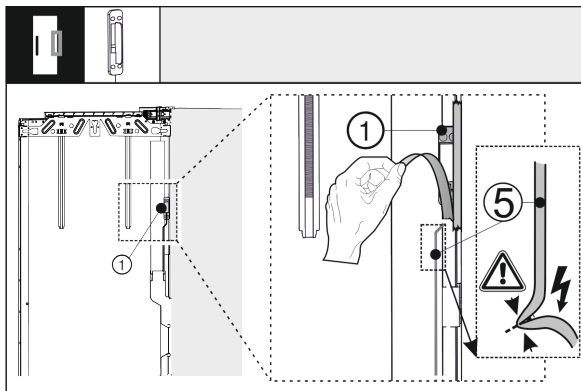

Fig. 39
- ▶ Снимите датчик стука Fig. 39 (1) с наружной двери. Не повредите соединительный кабель Fig. 39 (5).